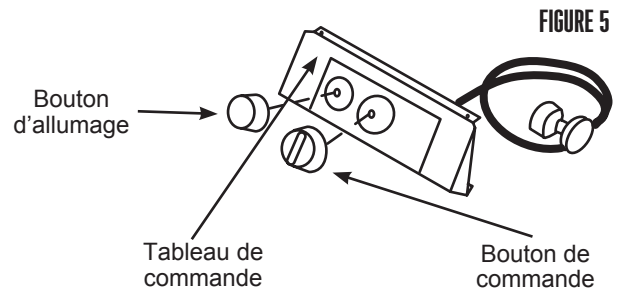

FIGURE 5
2. Fixer le bouton d'allumage et le bouton de commande au tableau de commande (FIGURE 5). Le bouton de commande doit être parfaitement logé sur la tige clavetée (FIGURE 6).